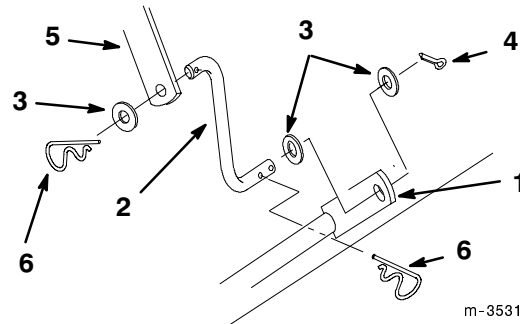

Figure 6
7. Montez la biellette sur le bras de relevage à l'aide d'une goupille fendue de 1", de (2) rondelles de 3/8" et d'une goupille fendue élastique de 2-9/16" (Fig. 6). Fixez la biellette arrière au bras de relevage arrière du tracteur à l'aide d'une rondelle de 3/8" et d'une goupille fendue élastique de 2-9/16" (Fig. 6).